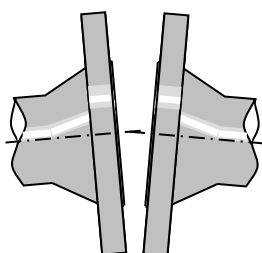

図3 平行度が悪い
- 相対するフランジの平行度がでないいと片締めの原因となりますので、正しい位置に補正してください。（図3参照）